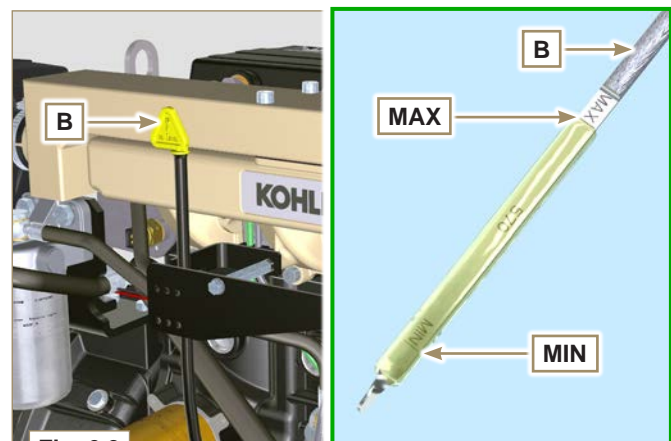

Fig. 6.3
- 2 - Estrarre l'asta livello olio **B** (Fig. 6.3).